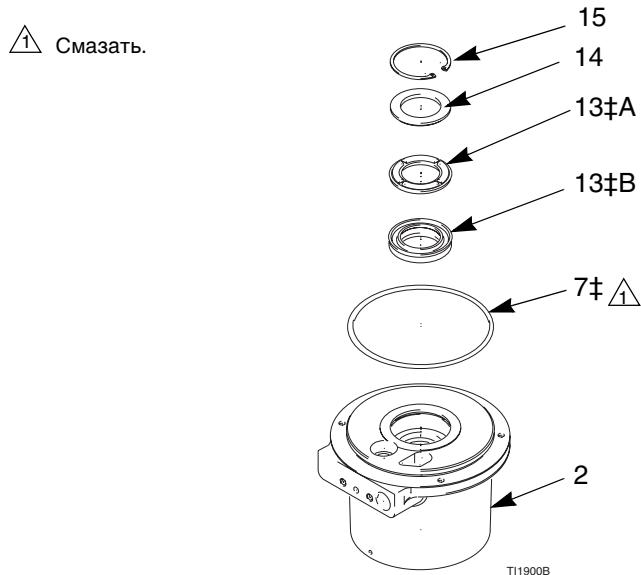

Рис. 11. Основание пневматического двигателя
7. Удалите кольцевое уплотнение (7) с основания пневматического двигателя. Воспользуйтесь съемником скоб, чтобы извлечь с-образную скобу (15), затем снимите шайбу (14), кольцо (13‡ A) и уплотнение (13‡ B). Заметьте ориентацию этих деталей. См. Рис. 11.
1. Поместите кольцевое уплотнение (7†) на основание пневматического двигателя (2). Смажьте кольцевое уплотнение и центральное отверстие основания. Установите уплотнение (13‡ B) так, чтобы канавка была направлена вверх. Установите кольцо (13‡ A) в канавку, при этом отметки должны располагаться сверху. Установите шайбу (14) плоской стороной вверх, затем с-образную скобу (15). См. Рис. 11.